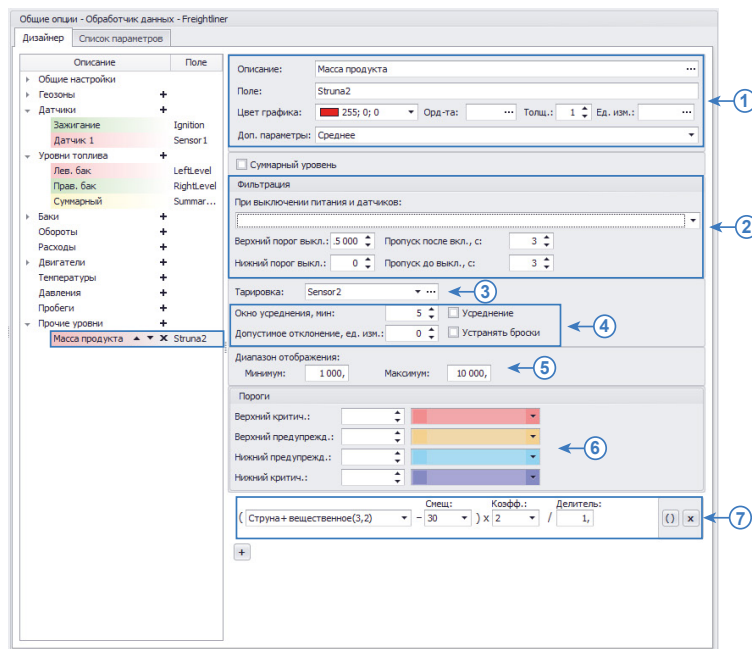

Рис.62. Настройка группы параметров «Прочие уровни».
1. Общие настройки (Рис.62, п.1). Общие настройки описаны в разделе «Общие настройки параметров», поэтому в данном разделе их настройка рассматриваться не будет.
2. Настройка первичной фильтрации показаний уровня (Рис.62, п.2)
3. Настройка тарифовочной таблицы (Рис.62, п.3)
В некоторых случаях могут иметь место резкие скачки и отклонения показаний, которые могут быть отфильтрованы. Фильтрация осуществляется путем усреднения показаний в течение интервала (окна усреднения) и оценки отклонения показаний датчика относительно средних значений. Если текущее показание превышает среднее значение на величину больше, чем допустимое отклонение, то показание будет отфильтровано. Для фильтрации бросков необходимо включить опцию «Устранять броски» и настроить следующие параметры фильтрации (Рис.62, п.4):
Диапазон показаний может быть ограничен. В этом случае на графике параметра оборотов будут отображаться только те значения, которые не выходят за пределы разрешенного диапазона. Для ограничения диапазона показаний необходимо перейти в группу настроек «Диапазон отображения» и настроить следующие поля (Рис.62, п.5):
Пороги настраиваются в блоке настроек «Пороги». Всего может быть настроено 4 порога (Рис.62, п.6): верхний критический, верхний предупреждения, нижний предупреждения и нижний критический. Для того чтобы порог обрабатывался, необходимо задать значение порога и присвоить иконку.
На Рис.62 приведен пример настройки параметра для получения показаний массы продукта (тип записи 2) с измерительного канала 3 системы СТРУНА+. В программе «АвтоГРАФ 5 ПРО» параметр выводится со смещением 30 (в единицах измерения параметра) и умноженный на коэффициент 2.